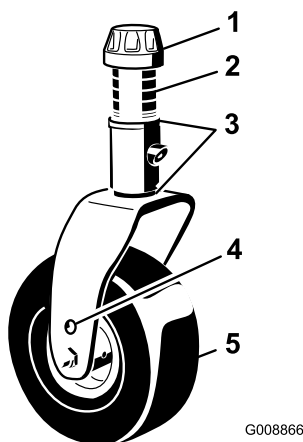
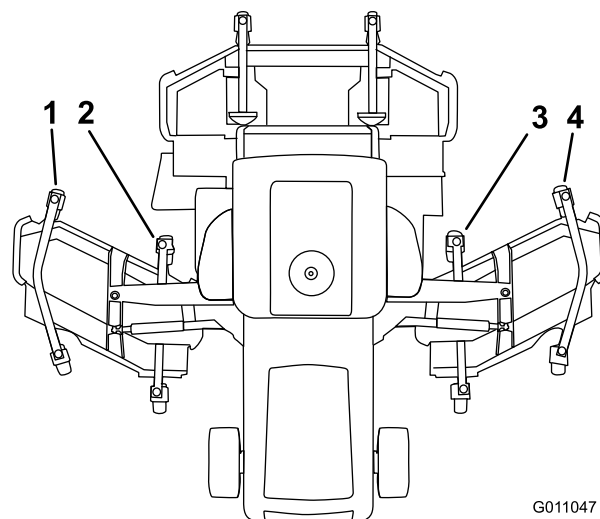

図 32
図 33
3. 前カッティングユニットの外側ブレードの刈高に比べて左右カッティングユニットの内側ブレードの刈高が高すぎる場合には、その左 (右) カッティングユニットの前内側キャストアームの下側についているシム (3 mm) を1枚抜き取る (図 32 と図 33)。各ブレードについて、床面から刃先までの距離を左右で測定し、左右のカッティングユニットの外側ブレード同士、および左右のカッティングユニットの内側ブレードと前カッティングユニットの対応する外側ブレードの値を比較する。
アームの下側についているシム（3 mm）を1枚抜き取る（図 32 および 図 33）。
5. 前カッティングユニットの外側ブレードの刈高に比べて左右カッティングユニットの内側ブレードの刈高が低すぎる場合には、その左（右）カッティングユニットの前内側キャストアームの下側についているシム（3 mm）を1枚追加する（図 32 と 図 33）。各ブレードについて、床面から刃先までの距離を左右でもう一度測定し、左右のカッティングユニットの外側ブレード同士、および左右のカッティングユニットの内側ブレードと前カッティングユニットの対応する外側ブレードの値を比較する。